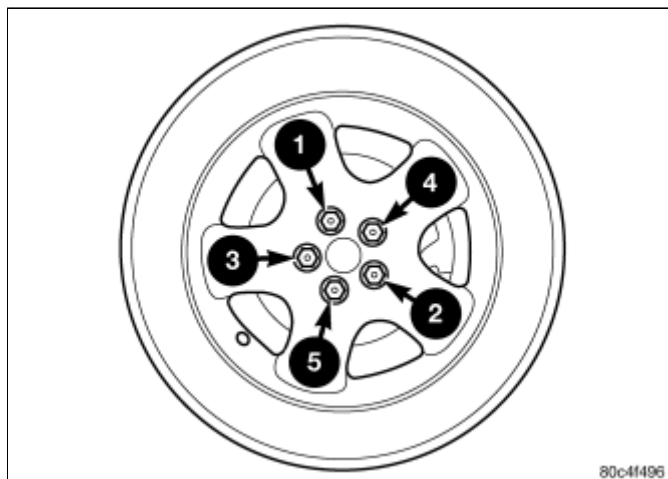

图 1 车轮螺母紧固顺序
2. 松动地安装5个车轮安装螺母。 轻轻地拧车轮螺母，并按照恰当的顺序逐渐紧固(图 1)。 拧紧车轮安装螺母至135 N·m（100 ft. lbs.）。